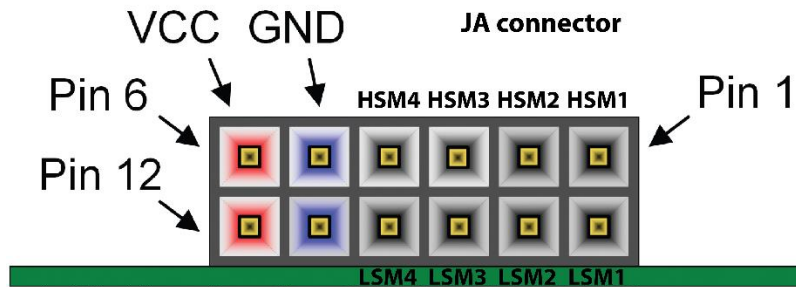

FIGURA 2. CONEXIONES DEL CONECTOR JA
27. Conecte la placa de expansión **PMOD DA2** al conector **JB** de la Arty Z7, siguiendo la figura FIGURA 6. PLACA DE EXPANSIÓN DE BAJA VELOCIDAD FIGURA 2.